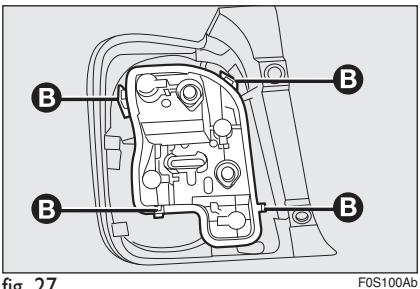

fig. 27
- estrarre il portalampade dalla propria sede svicolandolo dalle alette di bloccaggio **B**-fig. 27;